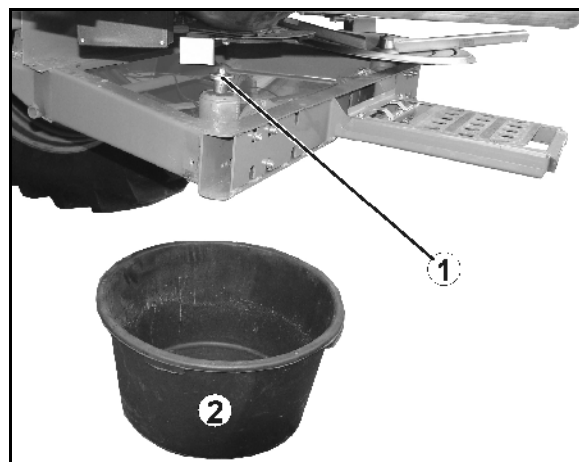

Fig. 52
2. Løsn begge spredeskivers vingeskruer (Fig. 52/1).
6. Stil kar (Fig. 52/2) til opsamling af gødningen under den venstre udløbsåbning.